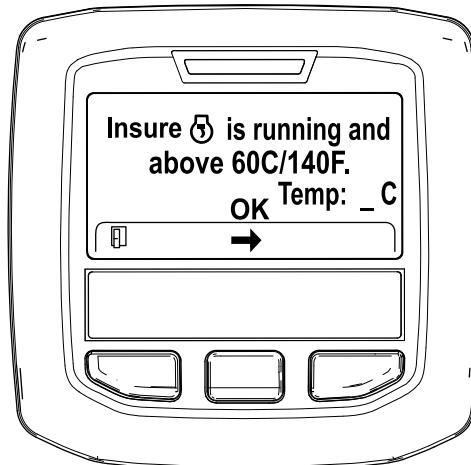

Figura 36
- Si la temperatura del refrigerante está por debajo de 60°C (140°F), aparece el mensaje “Insure is running and above 60C/140F” (Asegúrese de que funcione y esté por encima de 60 °C/140 °F). (Figura 36).